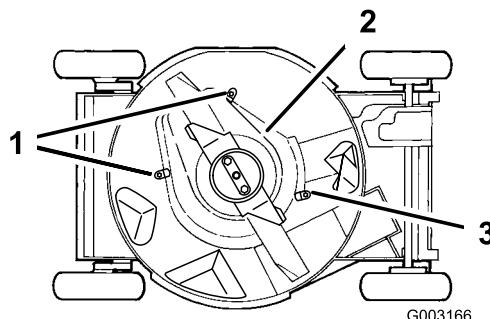

Figure 39
6. Débloquez les pattes qui fixent le bouclier de BBC à la tondeuse en desserrant les écrous ou les boulons sur les pattes (Figure 39). Tournez les pattes à 180° pour les écarter.